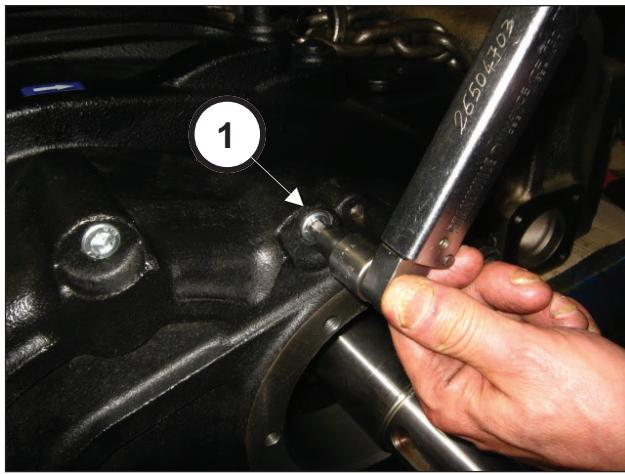

图 86
安装减速机盖 (①, 图 85) 并通过8个M10x50螺栓将之固定 (①, 图 86)。